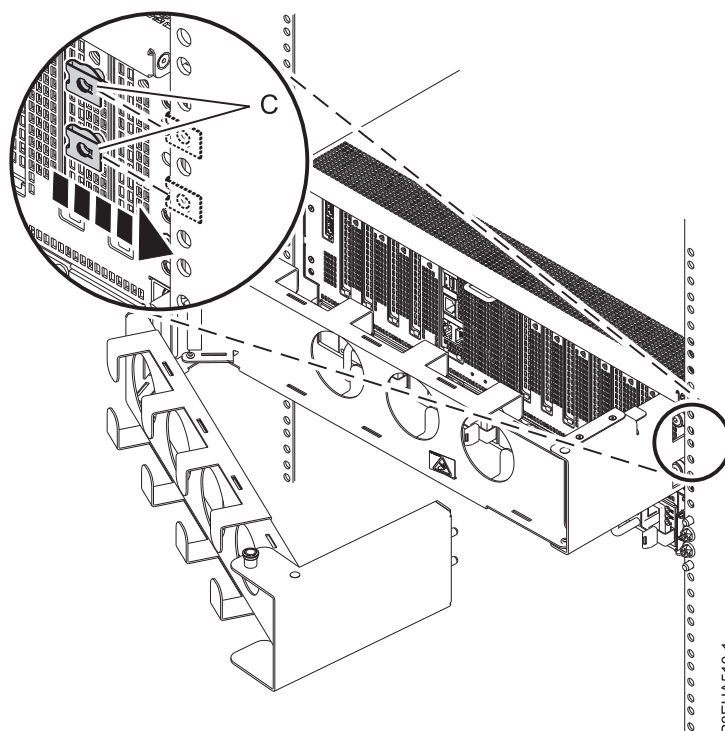

Figura 19. Fijación de los clips de tuerca al riel del bastidor
2. Deslice el cajón del sistema hacia delante de forma que pueda acceder al bastidor. Fije los dos clips de tuerca (C) al riel del bastidor en la ubicación donde va a fijar la placa externa al riel, tal como se muestra en la Figura 19.